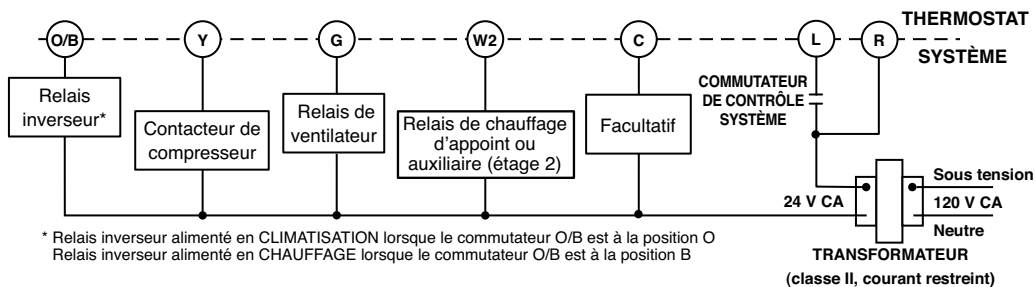

Figure 2. Schéma de câblage typique, installation à un seul transformateur
6. Raccorder les fils sur les bornes du socle en se fiant au schéma de câblage qui convient (figures 2 à 4).